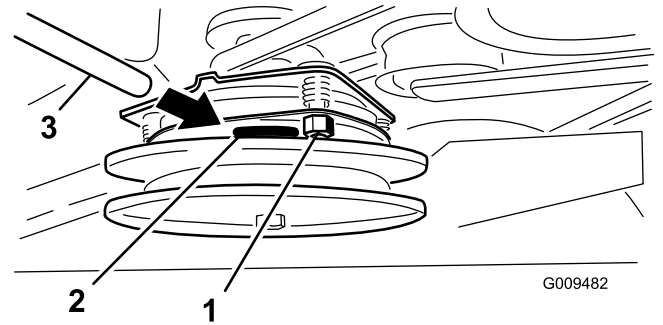

Figura 57
5. Aperte as porcas de bloqueio até haver uma ligeira dobra no apalpa-folgas, mas desde que continue a mover-se facilmente dentro do entreferro (Figura 57).